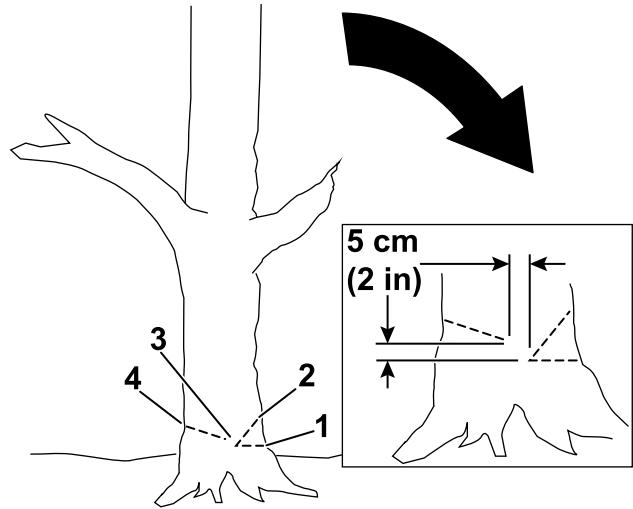

Figure 16
4. Commencez par couper le tiers du diamètre de l'arbre, du côté où vous voulez qu'il tombe (Figure 16).
5. Faites une deuxième coupe pour former une entaille, en commençant à au moins 5 cm au-dessus de la première coupe (Figure 16).
6. Faites la coupe d'abattage du côté opposé à l'entaille, à peu près 5 cm plus haut que le bas de l'entaille, comme montré à la Figure 16.
Important: Arrêtez la troisième coupe 2,5 à 5 cm avant l'entaille pour former une charnière entre les coupes (Figure 16), ce qui empêche l'arbre de s'abattre dans la mauvaise direction ou de pivoter dans sa chute.
Remarque: Quand la coupe d'abattage se rapproche de la charnière (Figure 16), l'arbre devrait commencer à tomber.